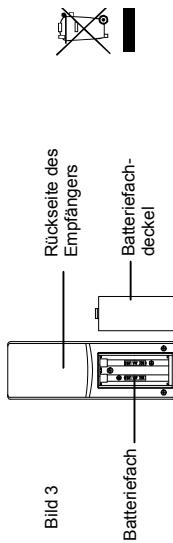

Bild 3
1. Ziehen Sie den Batteriefachdeckel nach unten ab (Bild 3).